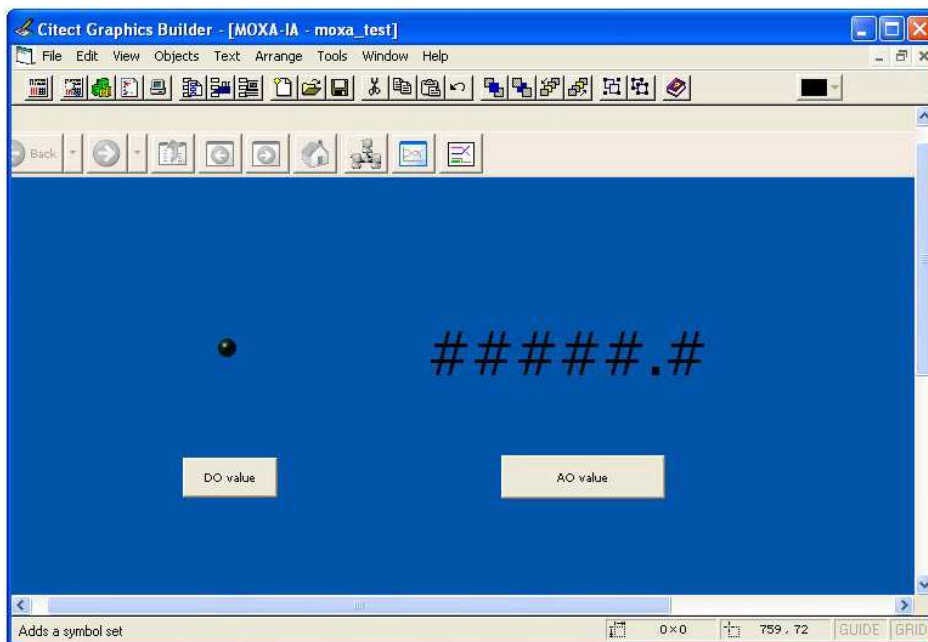

Рис. 14
2.12 Перейдите в раздел **Graphics** проекта МОХА-ІА и выберите символ для определения состояния DI (в нашем случае лампочка) и формат отображения числа для AI. Кроме того, необходимо выбрать кнопки для управления значениями DO и АО (Рис. 14).